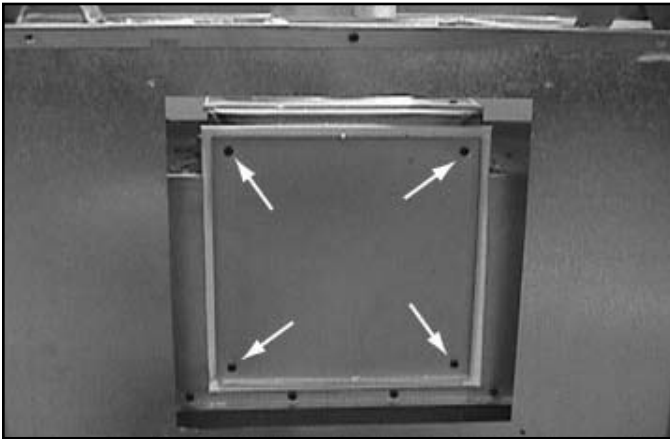

Figura 7.7 Retire la placa de cobertura exterior de la parte trasera
- Retire los cuatro tornillos que sostienen la placa de cobertura exterior a la parte trasera del aparato. Vea la figura 7.7. Retire la placa de cobertura exterior.